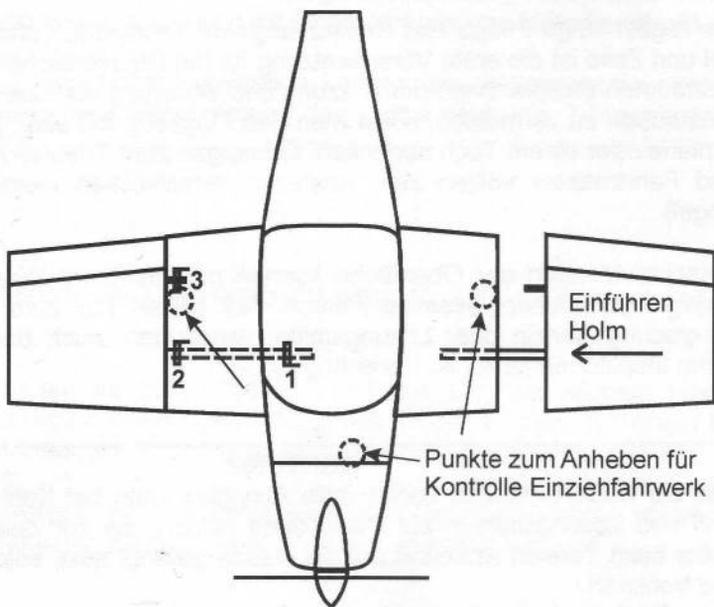

Bild 12: Einführen des Holmsteges in den Rumpf, Lage der Verbindungsbolzen und Stellen zum Aufbocken
Wie in Bild 12 gezeigt, wird der Holmsteg des rechten Flügels in die Öffnung im Rumpf eingeführt. Den Flügel bis auf einen Spalt von 8 cm einschieben und dann den Pitotschlauch (knickfreie Verlegung) sowie evtl. elektrische Anschlüsse verbinden. Dann den Hauptholm voll einschieben, dabei auf Einfädeln des rumpfseitigen Klappenhebels achten. Zur Verbindung des Flügels mit dem Rumpf werden die beiden dicken Bolzen des Hauptholms (1, 2) und der dünne Bolzen des Endholms (3) gesteckt, beste Reihenfolge 3-2-1. Eine Person bewegt die Flügelspitze so, daß sich die Bolzen unter leichter Drehbewegung einschieben lassen.
1. Einziehfahrwerk: Flugzeug an den vorgesehenen Punkten aufbocken, siehe Bild 12, Hydraulik auf Dichtheit prüfen, Kolbenstangen und Gelenke säubern und einölen, Anschläge Kniehebel und Endschalter säubern, Verkabelung prüfen, Hydraulik in Betrieb nehmen und Funktionskontrolle durch Ein- und Ausfahren. Ziehen einer Probe des Hydrauliköls und Sichtkontrolle.